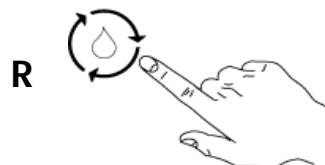

Fig.19
- 1- Pulse el botón "R" para seleccionar el ciclo de lavado continuo. (Fig. 19)